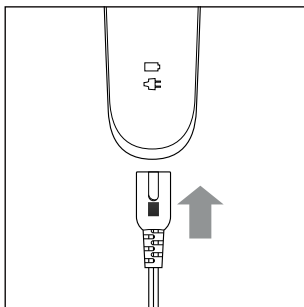

Fig. 1
- 2) Conecte el conector coaxial ⑨ del adaptador de red ⑧ en el aparato (consulte la fig. 1).
- 3) Conecte el enchufe del adaptador de red ⑧ en una toma eléctrica accesible (100-240 V ~, 50/60 Hz).
- 4) Ajuste el interruptor de encendido/apagado I/O ⑤ en la posición I para encender el aparato.